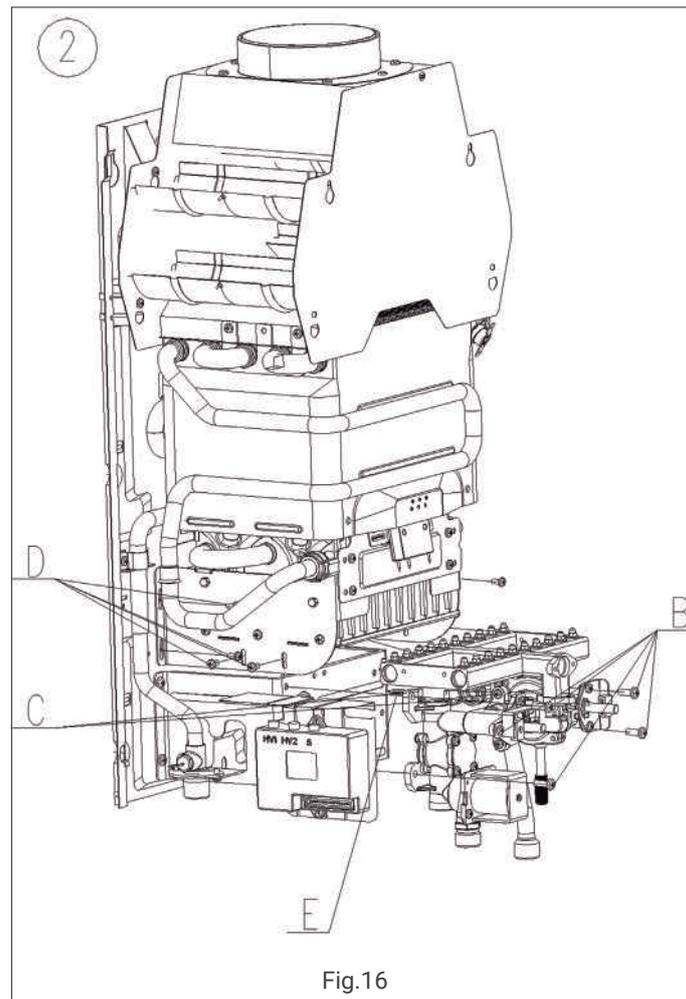

Fig.16
1. Desatornille la conexión entre la válvula de agua-gas y su soporte, retire el clip que fija la conexión de la válvula de agua y el tubo de entrada de agua del quemador. Quitar la conexión de cable para la válvula de agua-gas y la toma de tierra (fig.16,setp B).
2. Desenrosque la conexión entre la válvula de agua-gas y el colector de gas (fig.16,setp C).
3. Desatornillar la conexión entre el colector de gas y ambos soportes laterales del quemador. Afloje los tornillos restantes de ambos soportes laterales para liberar completamente el colector (fig.16,setp D), luego saque el colector.
Accione el repuesto lentamente y asegúrese de no dañar ninguna de las juntas de estanqueidad y de colocarlas en las posiciones correctas. Se recomienda sustituirlas por otras nuevas (fig.16,paso E).